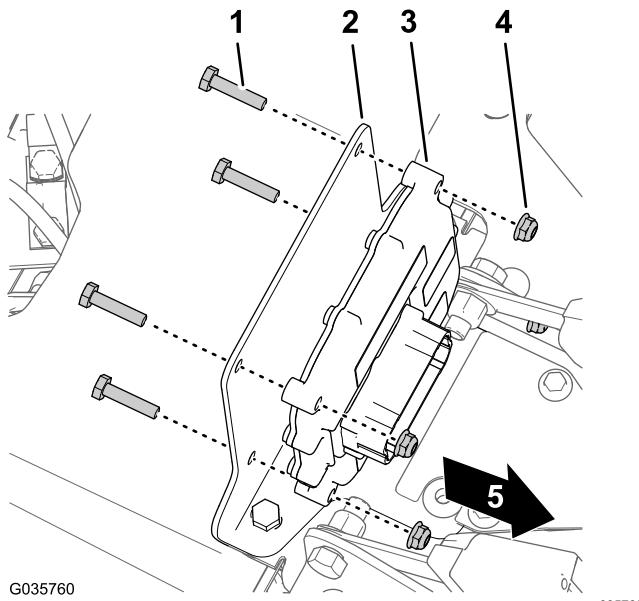

Figura 31
2. **Para máquinas de 2015 y anteriores:** ubique el tapón de troquel entre las mitades interiores del cinturón del asiento del operador y del pasajero y retire el tapón de la base de la consola (Figura 31).
4. Monte el controlador electrónico en el soporte de montaje (Figura 31) con 4 pernos (1/4" x 1 3/8") y 4 contratuercas (1/4").